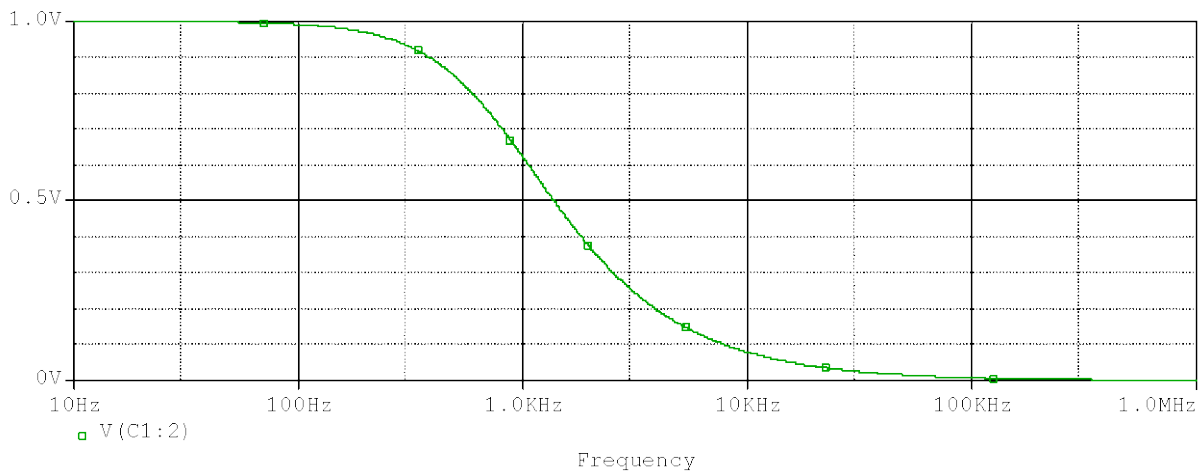

Рисунок 5.4 – Частотна характеристика RC -фільтра нижніх частот при $R = 100$ (Ом) і $C = 2$ (мкФ); логарифмічне масштабування осі частоти
11. Виберіть в списку діаграм напругу на конденсаторі $V(C1:2)$, закрийте вікно *Add Traces* за допомогою кнопки *OK*, потім натисніть на кнопку  (*Log X Axis* – Логарифмічна вісь *X*) і ознайомтесь з поданою на діаграмі частотною характеристикою напруги на конденсаторі (рис. 5.4).